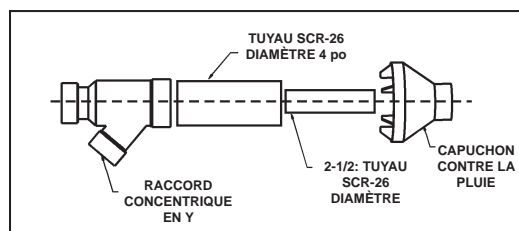

Figure : 24
a) Cimenter le raccord concentrique en Y au tuyau de la trousse avec le diamètre le plus gros, voir Figure 24.
REMARQUE : Si l'ensemble doit être allongé pour satisfaire l'exigence d'épaisseur du mur latéral, les 2 tuyaux fournis dans la trousse peuvent être remplacés par un tuyau SDR-26 PVC (D2241) de même diamètre fourni sur place. Ne pas étendre la dimension 53,7 cm (21-1/8 po) au delà de 1,5 m (60 po). Voir « Figure : 24 ».